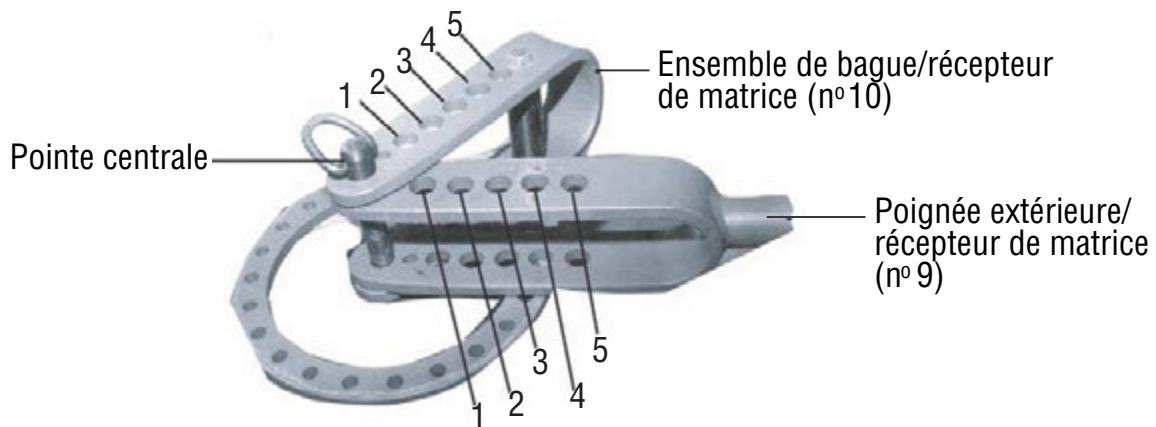

Figure 3 - Numérotation des orifices
Tout au long de ce manuel, les orifices sont souvent identifiés au moyen d'un numéro particulier. Par exemple : troisième orifice de la poignée. Il existe cinq orifices auxquels on fait référence dans la poignée extérieure/récepteur de matrice (n°9) et 5 orifices auxquels on fait référence dans l'ensemble de bague (n°10). Pour connaître avec précision chaque orifice et son numéro correspondant, veuillez consulter la **Figure 3**.
3. Deux matrices peuvent être placées de façon à ce qu'une se trouve sur la poignée extérieure/récepteur de matrice (n°9) et l'autre au point central où la poignée extérieure/récepteur de matrice (n°9) et l'ensemble de bague/récepteur de matrice (n°10) se rencontrent. Voir la **Figure 3**.